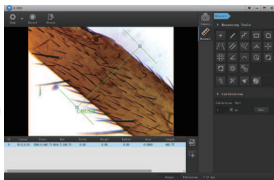

Abbildung 10
Im "Kamera" -Modus können die Funktionen "Aufnehmen" / "Aufnehmen" / "Durchsuchen" ausgeführt und Auflösung und Format / Belichtung und Verstärkung / Weißabgleich / Farbanpassung / Farbmodus / Spiegeln individuell eingestellt werden (Abbildung 10).
2. Messen Sie im Modus "Messen" mit dem Messwerkzeug die Breite / Höhe / den Radius / die Fläche / die Länge / den Winkel / den Abstand und andere Informationen der Probe (Abbildung 10).